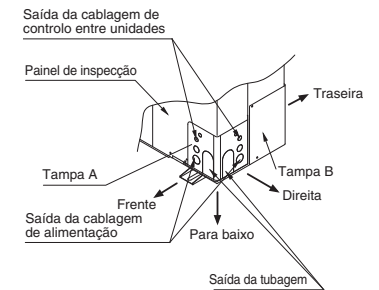

Fig. 4-2
- (1) Se a direcção de encaminhamento for para a frente, para trás ou para a direita, utilize um torquês ou outra ferramenta similar para cortar os furos pré-cortados para a saída da cablagem de controlo entre unidades, saída da cablagem de energia, e saída da tubagem desde as tampas apropriadas A e B.
- (2) Se a direcção de encaminhamento for para baixo, utilize um torquês ou outra ferramenta similar para cortar o flange inferior desde a tampa A. (Fig. 4-2)